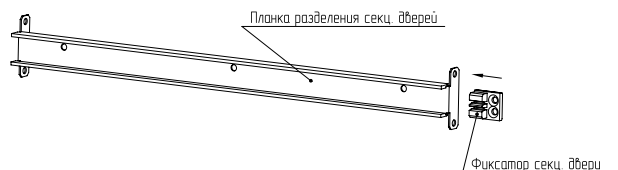

Рисунок 2
4.1.2 Установить фиксатор секционной двери в планку разделения секционных дверей (рисунок 2).